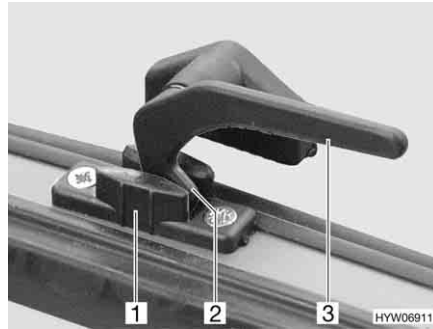

Bild 93 Låsarm i läget "kontinuerlig vädring"
- I läget "kontinuerlig vädring" (Bild 93)
- Vrid alla låsarmar (Bild 93,3) ett kvarts varv mot luckans mitt.
- Vrid tillbaka alla låsarmar. Låsspaken (Bild 93,2) måste föras in i spåret på lucklåset (Bild 93,1).